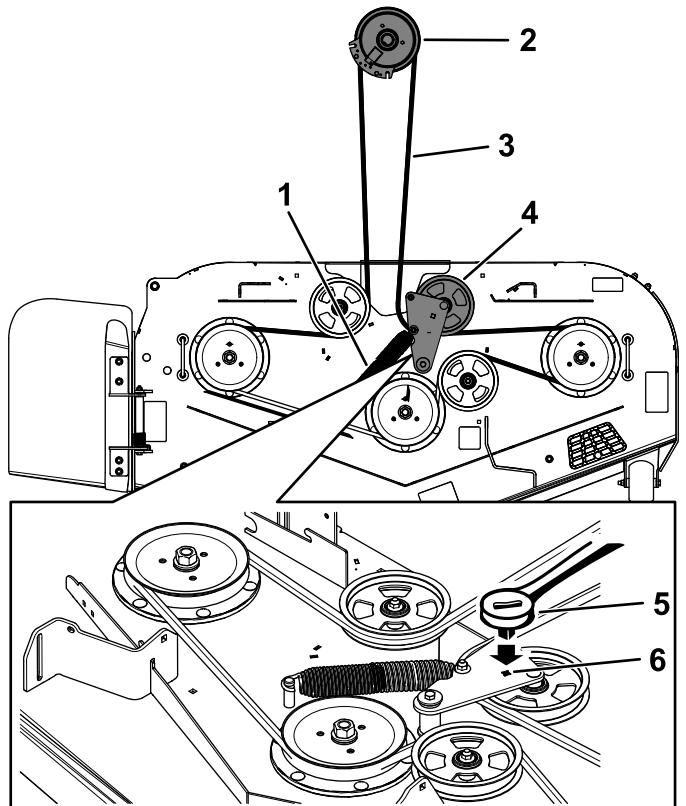

Рисунок 58
8. Вставьте ключ с храповым механизмом на  $\frac{3}{8}$  дюйма в квадратное отверстие в рычаге натяжного ролика, чтобы снять натяжение с пружины натяжного ролика (Рисунок 58).
10. Снимите направляющую ремня с подпружиненного рычага натяжного ролика (Рисунок 58).
12. Проложите новый ремень вокруг шкивов газонокосилки и шкива муфты под двигателем (Рисунок 58).
13. Установите направляющую ремня на рычаг натяжного ролика (Рисунок 58).
14. Вставив ключ на  $\frac{3}{8}$  дюйма с храповым механизмом в квадратное отверстие, установите пружину натяжного ролика (Рисунок 58).